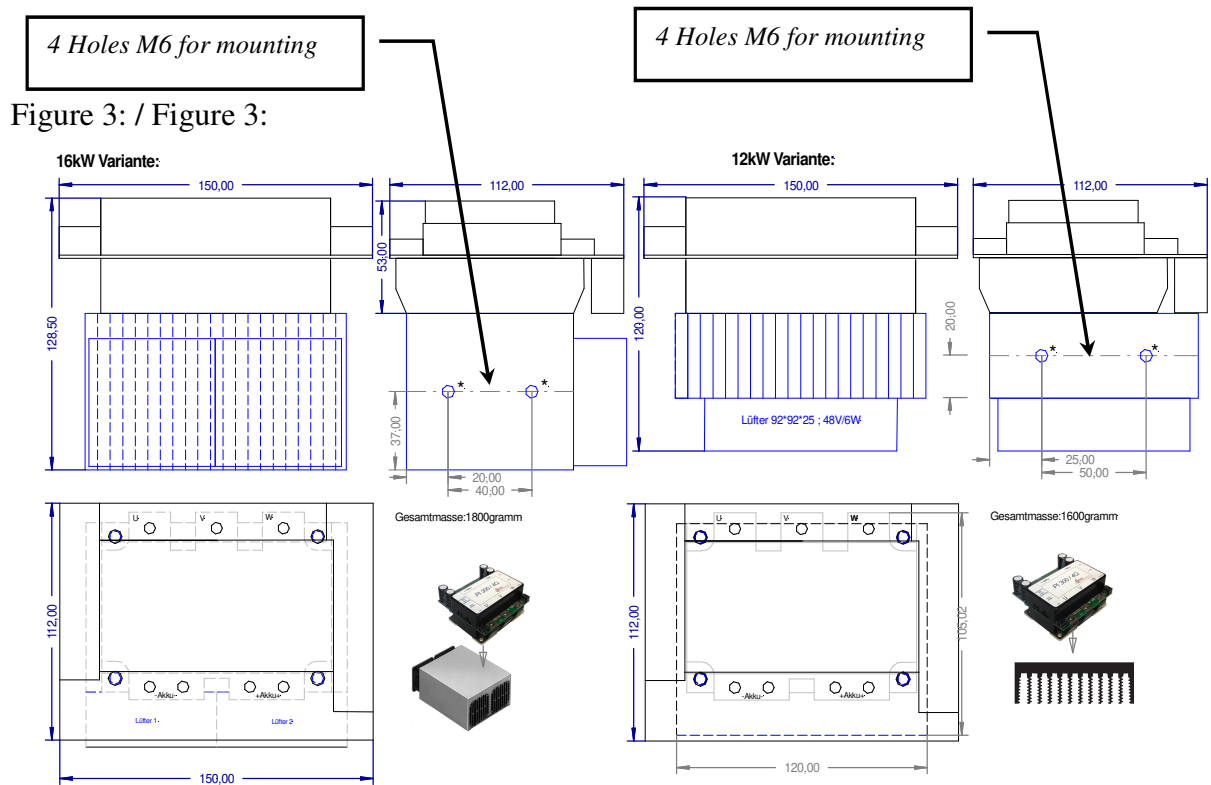

Figure 4: / Figure 4:
- Verbinden Sie den Motortemperatursensor mit dem MC300. *Connect the motortemperature sensor to the MC300 connector (See Figure 4).*